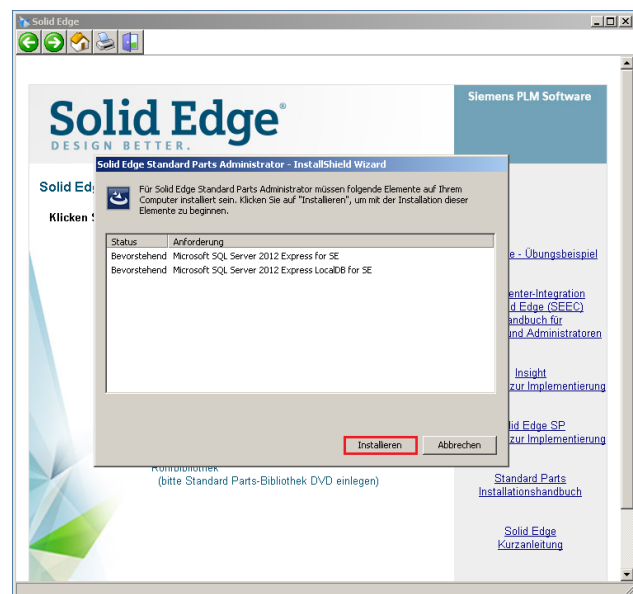

Abbildung 2
- 3.2. Im nächsten Schritt wird eine SQL-Datenbank auf dem Rechner installiert. Dieser Vorgang kann bis zu 30 Minuten dauern. Sollte schon eine kompatible SQL-Datenbank auf dem Rechner vorhanden sein, wird dieser Punkt automatisch übersprungen. (Abb. 2)